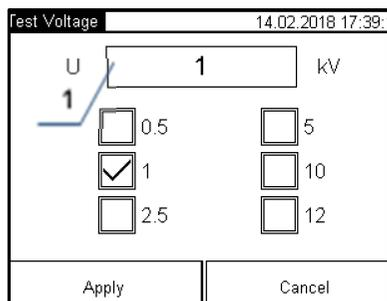
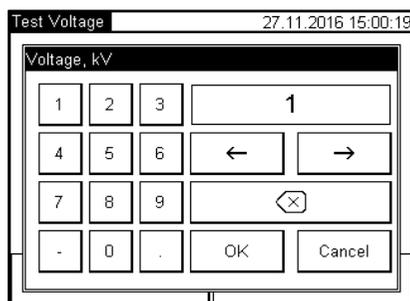

Рисунок 11.11
Рисунок 11.12
4) Установить значение испытательного напряжения в диапазоне от 0,1 до 12 кВ, для чего в окне "Insulation Test" (рисунок 11.10) нажать кнопку  . В окне "Test Voltage" (рисунок 11.11) выбрать необходимое значение или ввести его в поле "U", для чего нажать в поле значения U (рисунок 11.11, поз.1) и в открывшемся окне "Voltage, kV" (рисунок 11.12) сделать ввод. Подтвердить ввод, нажав . Подтвердить сделанный выбор, для чего нажать кнопку  в окне "Test Voltage" (рисунок 11.11) и вернуться в окно "Insulation Test" (рисунок 11.10).
8) Начать измерение, нажав на кнопку  в окне "Insulation Test" (рисунок 11.12).